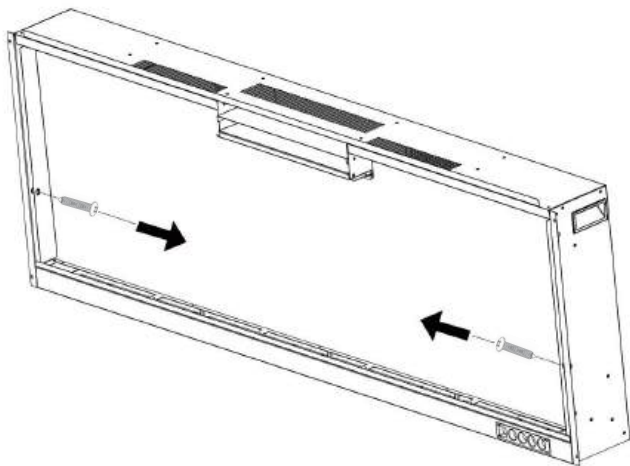

Fig. 2-1
A. Retirez les vis (1 par côté) des côtés du foyer. Mettez les vis de côté (**Fig. 2-1**).